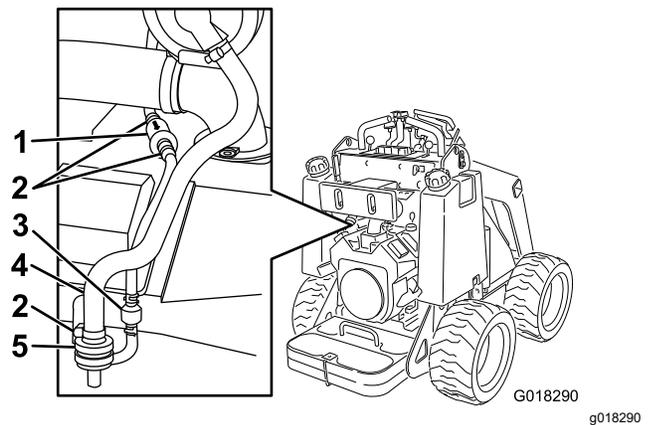

Figura 23
3. Afloje la abrazadera por encima del filtro de aire del cartucho de carbón (Figura 23).
4. Retire y deseche el filtro de aire (Figura 23).
5. Instale un nuevo filtro en la manguera y fíjelo con la abrazadera (Figura 23).
3. Aleje del filtro las abrazaderas de muelle de ambos lados del filtro del tubo de purga del cartucho de carbón (Figura 23).
4. Retire y deseche el filtro del tubo de purga (Figura 23).
5. Instale un filtro nuevo en el tubo con la flecha del filtro apuntando hacia la válvula de retención, y sujételo con las abrazaderas (Figura 23).